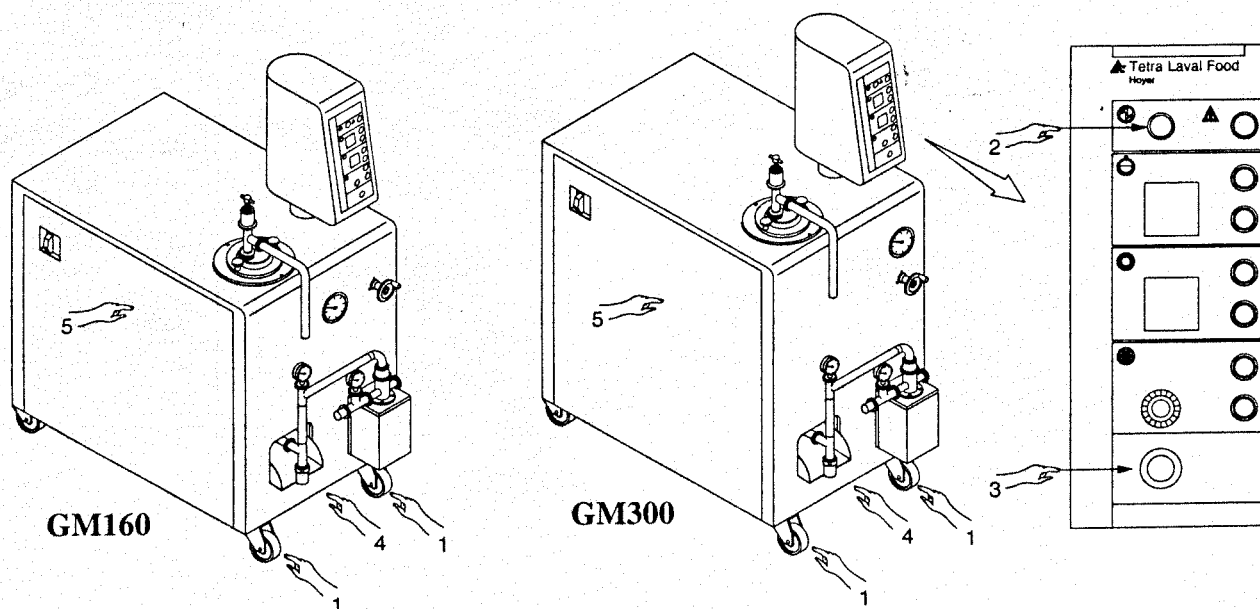

Fig.6.1
- 1 - Assicurarsi che le ruote (*Part.1, Fig.6.1*) siano bloccate (solo per il modello con le ruote).
- 2 - Assicurarsi che sul pannello operatore la lampada L1 (*Part.2, Fig.6.1*) sia accesa.
- 4 - Assicurarsi che il pulsante emergenza (*Part.3, Fig.6.1*) sia rilasciato.
- 6 - Verificare che la valvola di sicurezza (*Part.4, Fig.6.1*) sia correttamente montata.
- 8 - Controllare che le protezioni siano montate (*Part.5, Fig.6.1*).